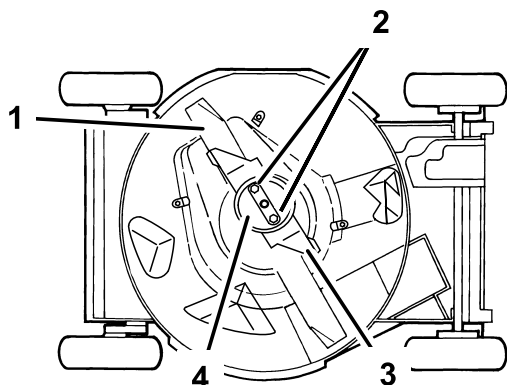

Bild 34
4. Kippen Sie den Rasenmäher auf die **rechte** Seite (Bild 34).
Fassen Sie das Ende des Messers mit einem dicken Handschuh an oder wickeln Sie einen Lappen um das Messer. Entfernen Sie die Messermutter, die Antiskalpierschale, den Beschleuniger und das Messer (Bild 34).
5. Entfernen Sie die zwei Messermuttern, die Antiskalpiepkuppe, den Beschleuniger und das Messer (Bild 34).